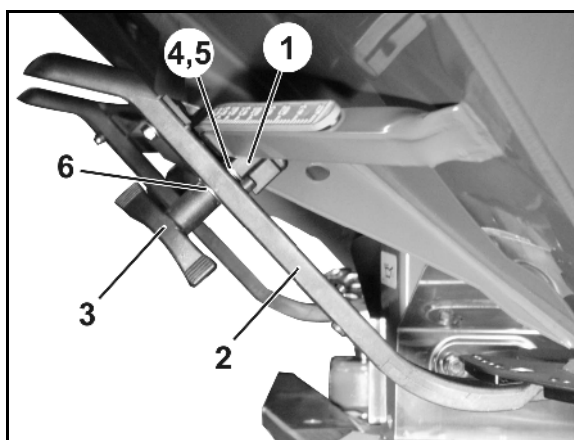

Fig. 83
6. Montar el dispositivo de sujeción (Fig. 83/1) de la palanca reguladora (Fig. 83/2) del siguiente modo:
- 6.1 Soltar la tuerca de mariposa (Fig. 83/3).
- 6.2 Desenroscar el tornillo e intercambiar la posición de ambas arandelas (Fig. 83/4) de atrás (Fig. 83/5) hacia adelante (Fig. 83/6).